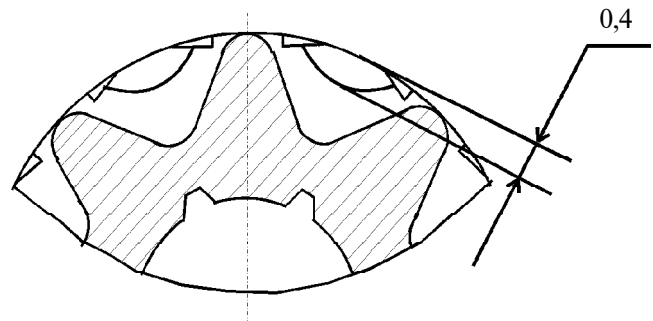

Рисунок 2.21 - Износ ведущей звездочки
- износ поверхности наружного диаметра более 0,4 мм, см. рисунок 2.21.